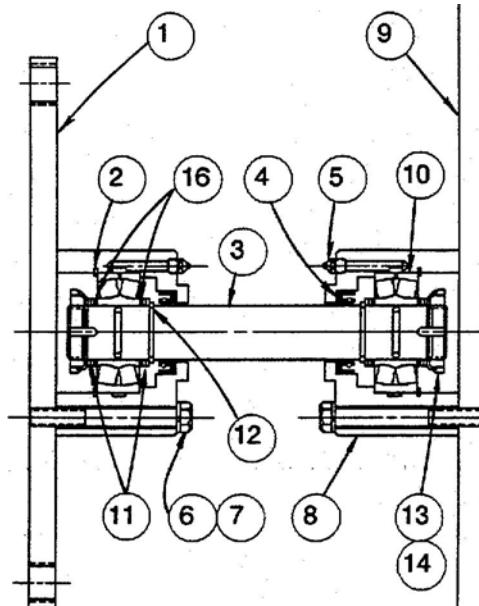

图 6
2.5.3 参考图 6，将轴承一侧的塞块(11, 16)转移到另一侧，可以调整轴向锁紧装置的总长。